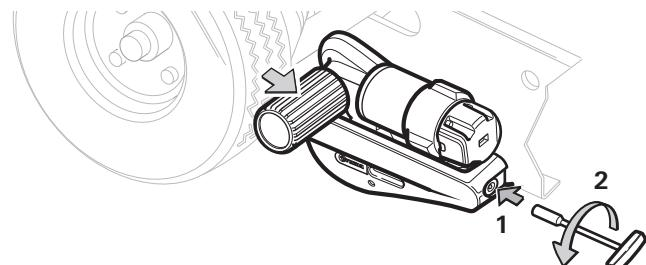

Bild 8
- Den Steckschlüssel (Schlüsselweite 7 mm) in die Öffnung stecken (Bild 8 - 1) und gegen den Uhrzeigersinn drehen (Bild 8 - 2) bis der Mover komplett bis zum Anschlag abgeschenkt ist.